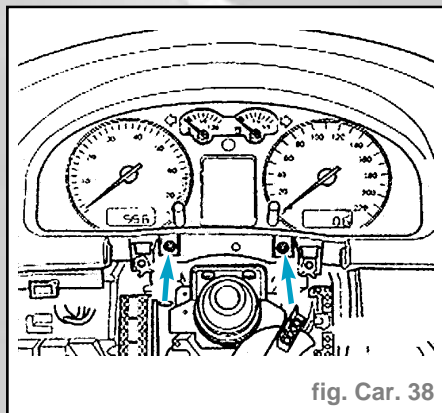

fig. Car. 38
- Retirer le cache (3)
- Dévisser les deux vis (flèches) (fig. Car. 38).